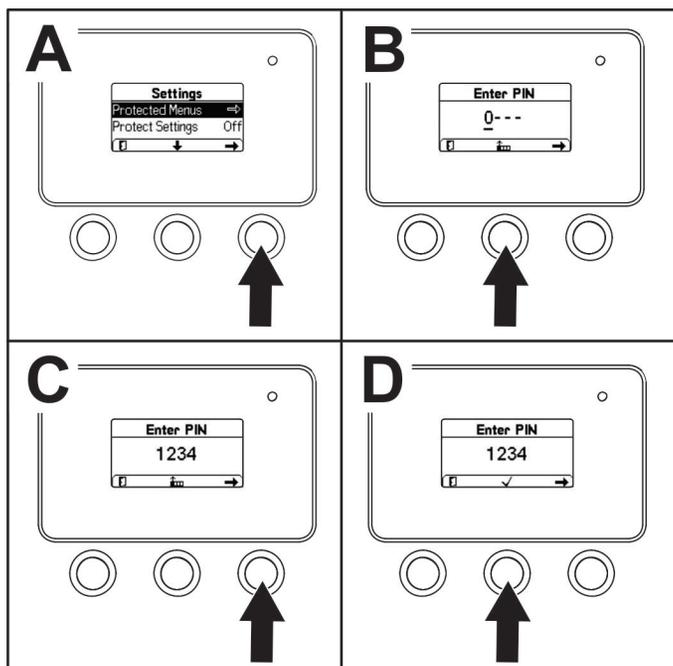

Рисунок 28
- В меню SETTINGS (НАСТРОЙКИ) с помощью средней кнопки прокрутите меню вниз к пункту PROTECTED MENU (ЗАЩИЩЕННОЕ МЕНЮ), и нажмите правую кнопку (Рисунок 28А).
- Чтобы ввести ПИН-код, нажмите среднюю кнопку и удерживайте ее в нажатом положении до появления первой цифры, затем нажмите правую кнопку, чтобы перейти на следующую цифру (Рисунок 28В и Рисунок 28С). Повторяйте этот пункт до тех пор, пока не будет введена последняя цифра, затем нажмите правую кнопку еще раз.